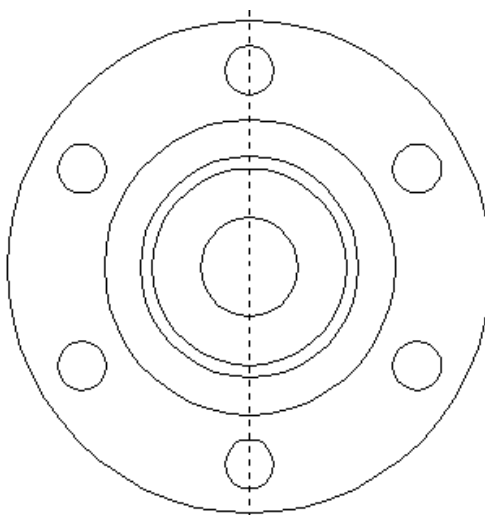

Рисунок 7.2 – Построение линии оси симметрии
3. Указать в центр окружности и нажать  для построения линии, проходящей по оси симметрии проекции (рисунок 7.2).